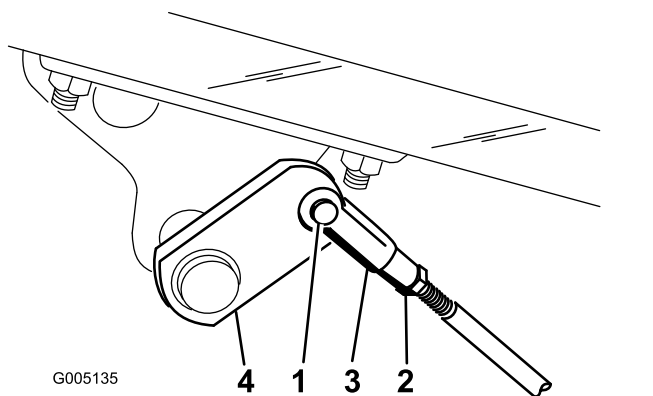

図 49
- A. コッターピンとクレビスピンを外して、ブレーキロッドを外す **図 49**。
- B. ジャムナットをゆるめ、クレビスを調整する **図 49**。
- C. クレビスをシャフトに取り付ける **図 49**。